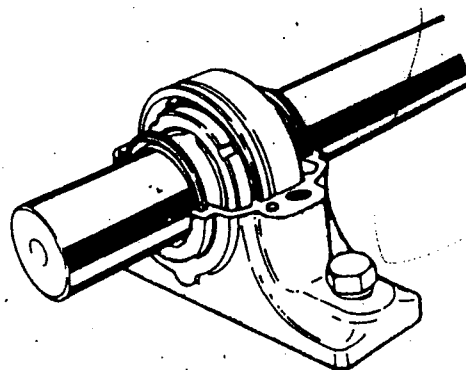

図20
- (2) 固定側軸受をシール及び位置決め輪とともにブランマブロックの下部本体へ組み込む(図20参照)。
- (3) 自由側軸受のブランマブロックの位置を調整し軸受を軸受座の中央に取り付ける。